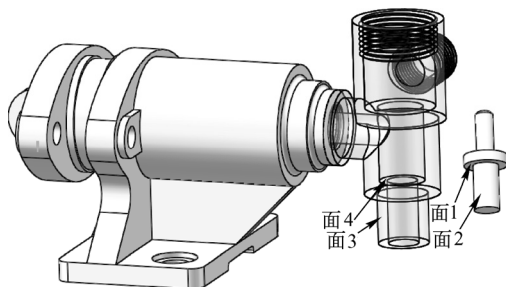
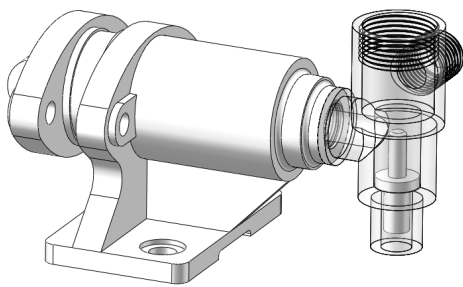

图 13-160 插入“下阀瓣”到装配体
图 13-161 配合后的图形 4
❶ 插入下阀瓣。选择菜单栏中的“插入”→“零部件”→“现有零件/装配体”命令，或单击“装配体”工具栏中的“插入零部件”按钮，在弹出的“打开”对话框中选择“下阀瓣”，将其插入到装配界面中，如图 13-160 所示。
❷ 添加装配关系。单击“装配体”工具栏中的“配合”按钮，选择图 13-160 中的面 2 和面 3，添加“同轴心”关系；选择图 13-160 中的面 1 和面 4，添加“重合”关系；单击“确定”按钮，完成下阀瓣的装配，如图 13-161 所示。